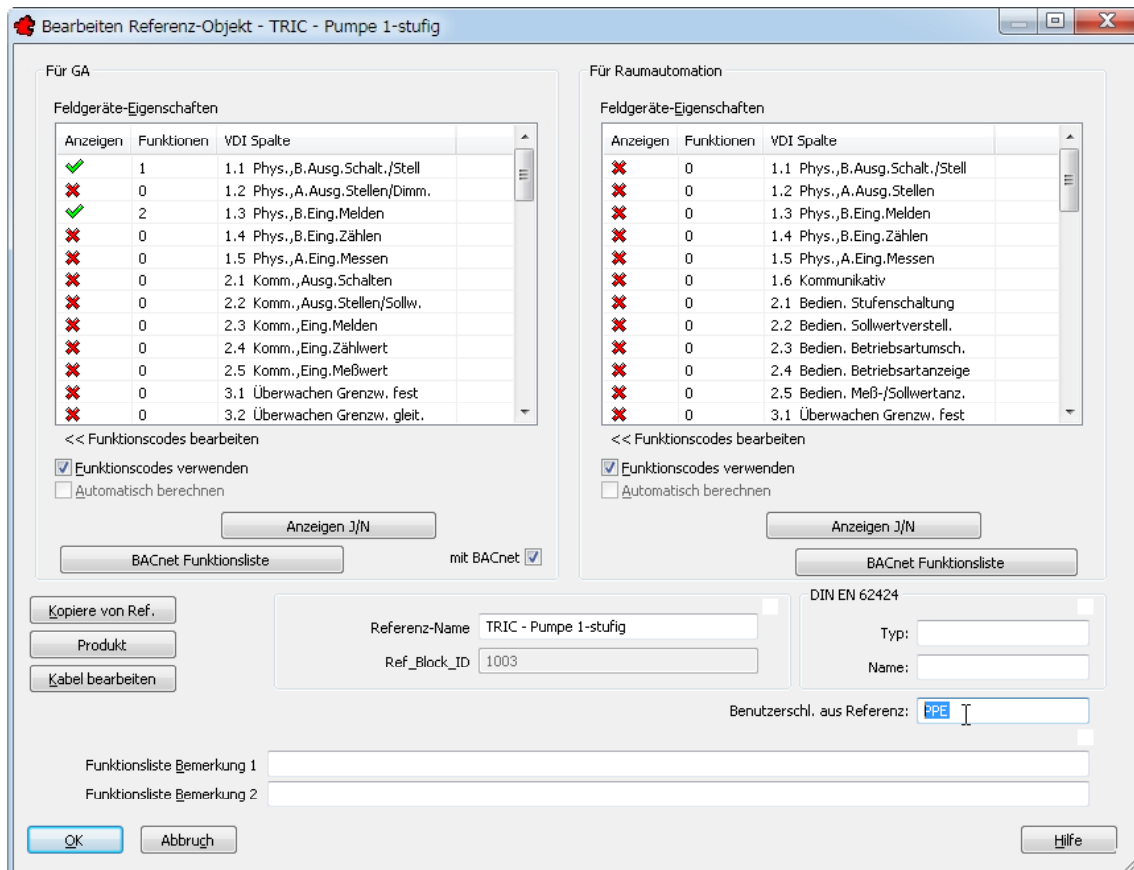

Bild 24.23 – Eintragen der Benutzerschlüssel-Referenz
- Die Dialogbox *Bearbeiten Referenz-Objekt* erscheint. Tragen Sie in das Editierfeld *Benutzerschl. Aus Referenz* unten rechts den Schriftzug **PPE** ein und bestätigen Sie mit *OK* (Abb. 24.23).
- Klappen Sie zunächst die aktuelle Referenz auf – hier also *VDI 3814-1 BACnet FRAPORT* – und blättern Sie zum Eintrag *Pumpen und Rep.-Schalter*. Wählen Sie *TRIC - Pumpe 1-stufig* – 1003 und klicken Sie auf *Bearbeiten*. Hierauf öffnet sich wieder die Referenzbearbeitung (vgl. Abb. 24.23), und Sie können den Benutzerschlüssel **PPE** eingpflegen.